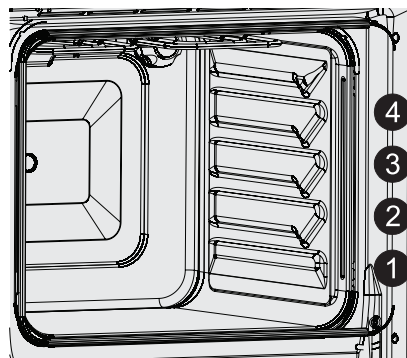
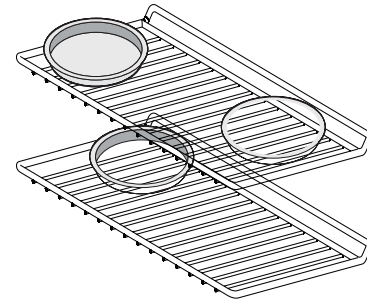

Figure 15 : Positions des grilles
Figure 17: Cuisson sur plusieurs niveaux et grilles
- Afin d'obtenir les meilleurs résultats pour la cuisson avec une seule grille de four, placez la grille à la position 2 ou 3 (Figure 15).
- Pour obtenir de meilleurs résultats lorsque vous utilisez deux grilles pour la cuisson de gâteaux ou de biscuits, placez ces derniers aux positions 1 et 3 (Figure 15) et placez les moules comme illustré à la Figure 17.